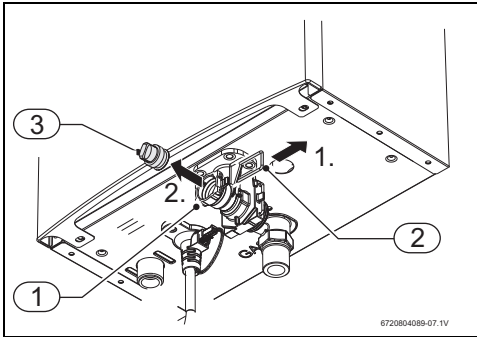

Fig. 18 Tornillo de purga
- ▶ El aparato no deberá instalarse en lugares cuya temperatura ambiente pueda ser inferior a 0 °C. En caso de que exista riesgo de congelación, desconecte y purgue el aparato (→ Fig. 18).